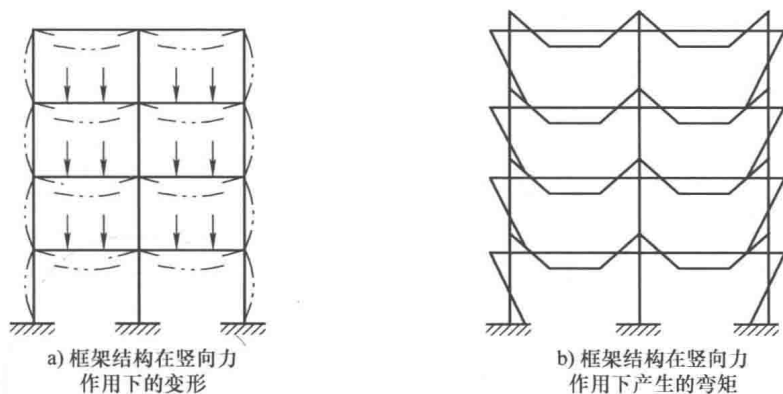

图 1-6-1 框架结构在竖向力作用下的变形和弯矩
- (1) 框架结构在竖向力作用下的变形和弯矩见图1-6-1。